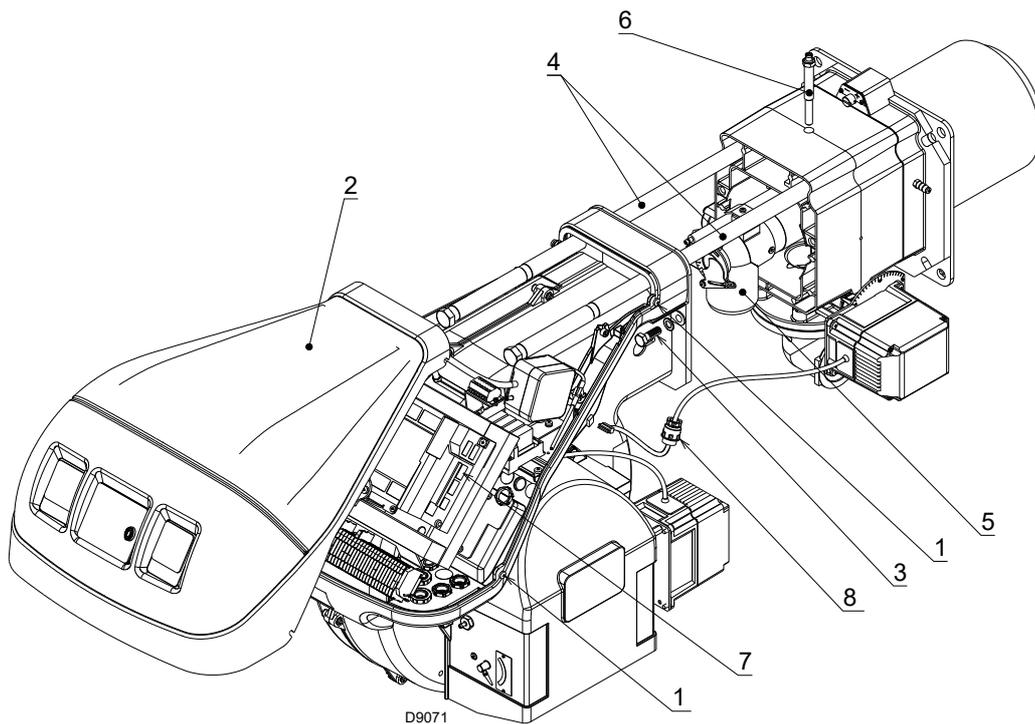

Fig. 42
S'assurer que les trous de sortie du gaz pour la phase d'allumage, présents dans le distributeur de la tête de combustion, soient exempts d'impuretés ou de dépôts de rouille. En cas de doute, démonter le coude (Fig. 42 à la page 55).
- Desserrer les 4 vis 1)(Fig. 42) et déposer le capot 2).